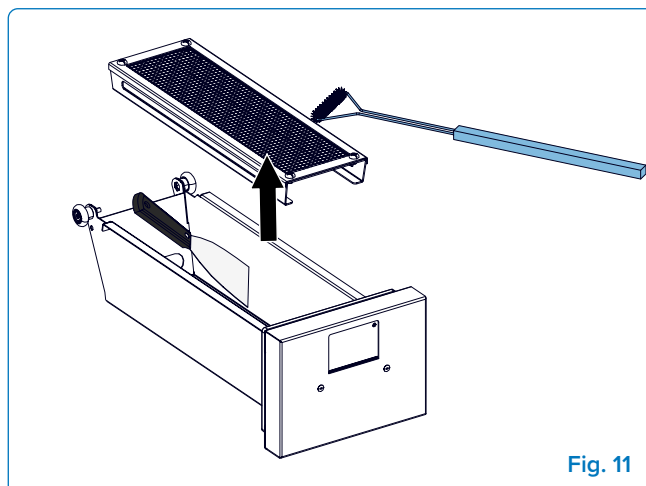

Fig. 11
4. **Retire y limpie la rejilla** – Saque la rejilla que contiene las astillas de madera. Sacuda los restos restantes y límpiela con un cepillo (**Fig. 11**).